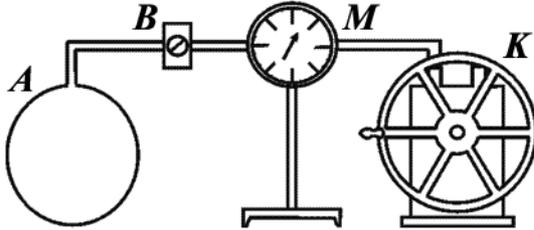

Рис. 2.5
**Описание установки.** Экспериментальная установка (рис. 2.5) состоит из стеклянной колбы  $A$ , которая резиновой трубкой соединена с манометром  $M$ . На резиновой трубке находится винтовой зажим  $B$ . Манометр при помощи резиновой трубки соединяется также с насосом  $K$ .